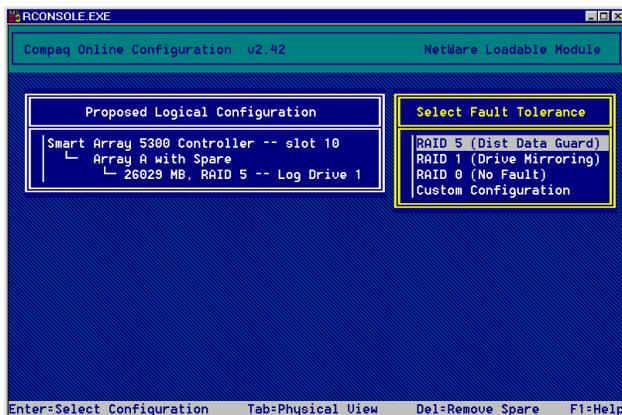

Figura 7-21: Asistente para la configuración automática de CPQONLIN
- Si no se configuran unidades lógicas para el Controlador, aparecerá la pantalla del asistente para la configuración automática (consulte la Figura 7-21).